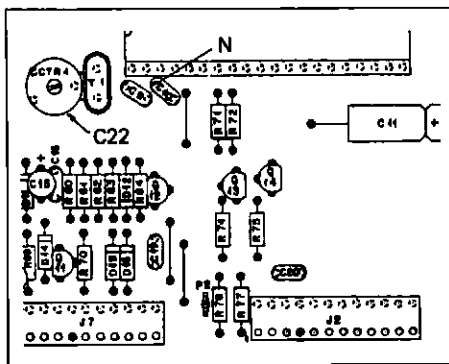

Fig. 3.14
- Frequenzzähler an Testpunkt [N] anschliessen (Fig. 3.14).
- Connect frequency counter to test point [N] (Fig. 3.14).
- Raccordez le fréquencemètre au point de test [N] (fig. 3.14).